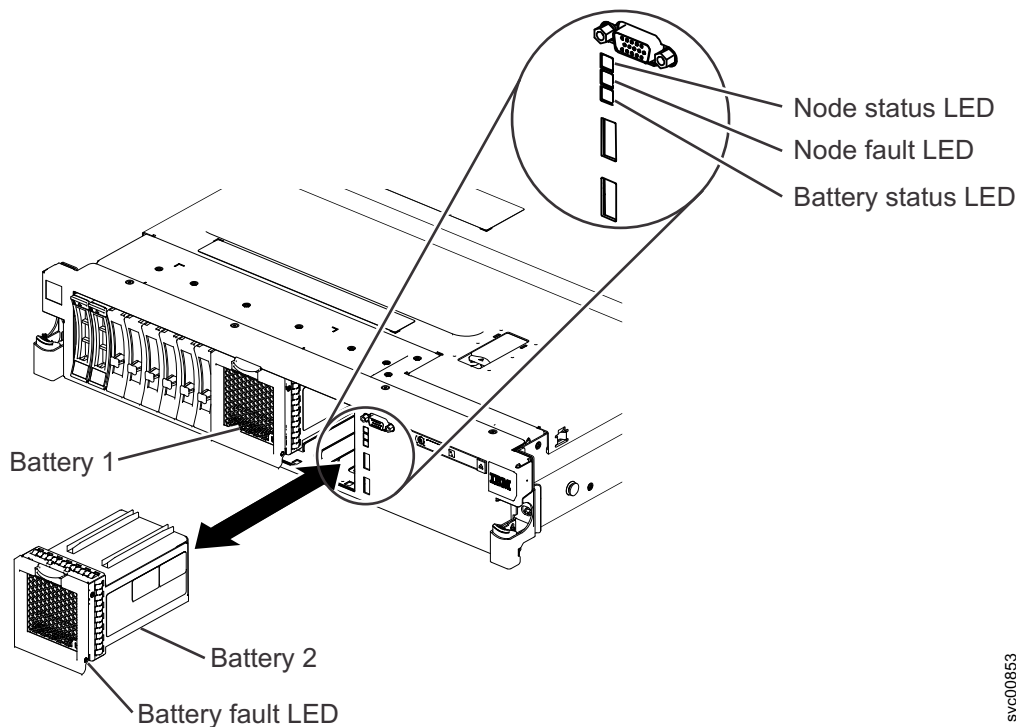

Figura 123. Removendo a bateria no nó SAN Volume Controller 2145-DH8
3. Puxe gentilmente o conjunto de baterias para fora do slot de bateria, conforme mostrado em Figura 123.